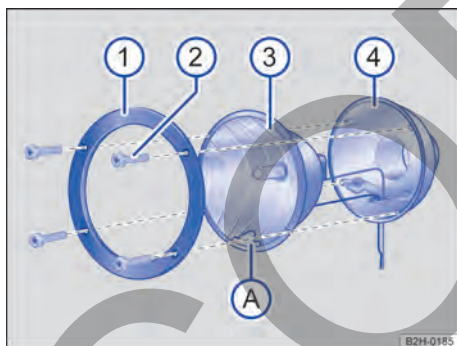

Fig. 156 Faro adicional en el techo del vehículo: desmontar el cristal.
2. Suelte los tornillos con el destornillador de las herramientas de a bordo → Fig. 156 ②.
3. Retire el anillo de sujeción → Fig. 156 ① del reflector → Fig. 156 ③.
4. Saque el reflector → Fig. 156 ③ de la carcasa del faro → Fig. 156 ④.
12. Coloque el reflector → Fig. 156 ③ en la carcasa del faro → Fig. 156 ④. La marca → Fig. 156 A deberá mirar hacia abajo → ①.
13. Coloque el anillo de sujeción en el reflector → Fig. 156 ①.
→ Fig. 156 ②.